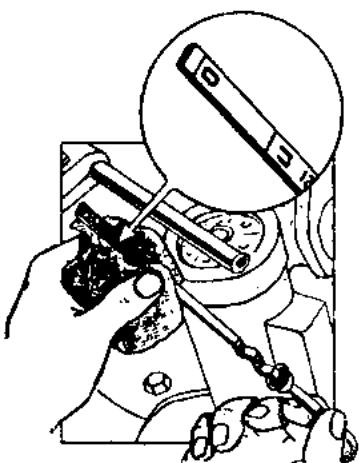

Рис. 8. Проверка уровня масла в картере двигателя.
2. Проверьте уровень масла в двигателе, который должен быть перед выездом на высоте метки *H* маслоуказателя (рис. 8). Имейте в виду, что уровень масла после длительной (ночной) стоянки может быть несколько выше метки *H*. Это происходит за счет переканания масла из фильтра тонкой очистки в картер. Для более точного определения уровня масла двигатель следует застопорить и дать ему поработать несколько минут до прогрева. Замер производите через три минуты после остановки двигателя.